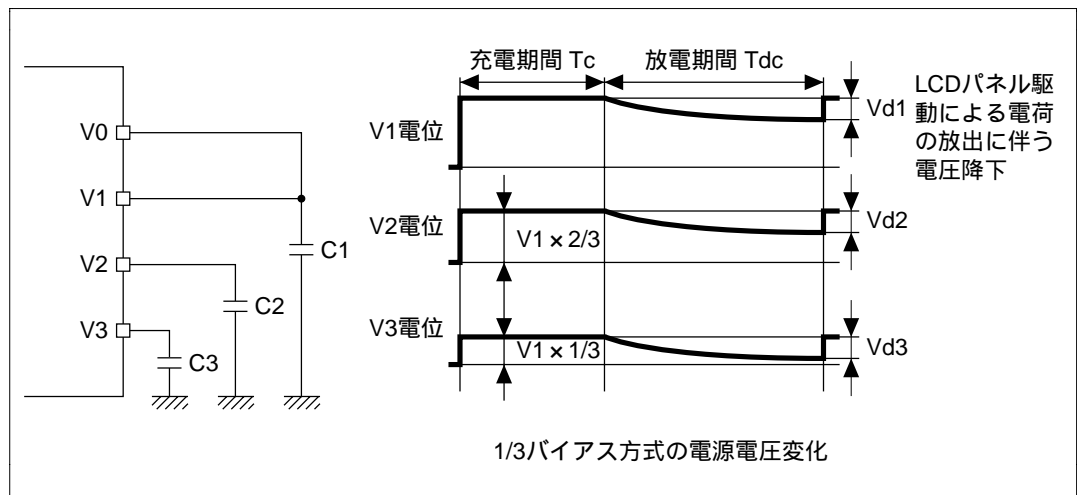

図 13.14 低消費電力 LCD 駆動方式動作例
2. V_1 、 V_2 、 V_3 に接続されたコンデンサは図 13.14 に示すような周期で充電と放電を繰り返し、電位を保持します。
1. 図中の充電期間 T_c の間、 V_1 、 V_2 、 V_3 端子には図 13.14 に示すような電位 (V_2 は V_1 の 3 分の 2、 V_3 は V_1 の 3 分の 1 の電位) が内蔵分割抵抗により分圧され、外付コンデンサの C_1 、 C_2 、 C_3 を充電します。この期間も LCD パネルは駆動されています。
4. このようにして V1、V2、V3 に接続されたコンデンサは図 13.14 に示すような周期で充電と放電を繰り返し、電位を保持しながら LCD パネルを駆動続けます。